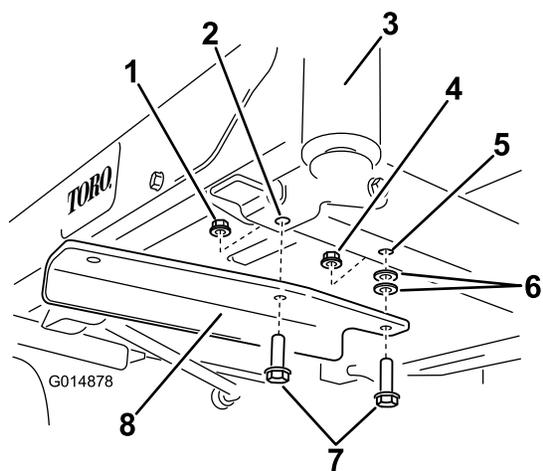

Figure 5
3. Fixez le support au cadre avec deux boulons (3/8 x 1-1/4 po), deux rondelles et deux contre-écrous (3/8 po) (Figure 5). Un contre-écrou provient des pièces détachées et l'autre a été déposé précédemment et est réutilisé.